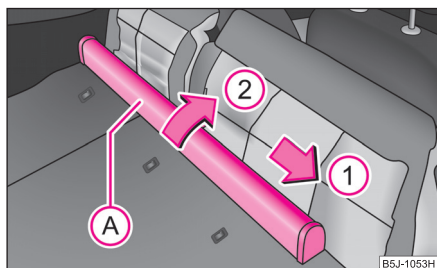

Abb. 77 Rücksitze: Netztrennwandgehäuse
- Schieben Sie das Netztrennwandgehäuse **A** ⇒ Abb. 77 in Pfeilrichtung **1** und nehmen Sie es aus der Aufnahme der rechten Rücksitzlehne in Pfeilrichtung **2** heraus.